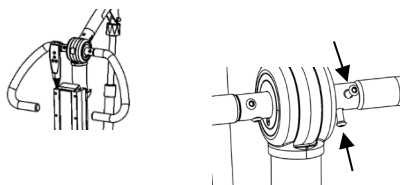

Fig. 1.6E
4. Monte as asas no mastro com dois parafusos e aperte com a chave Allen. (Fig 1.6E)